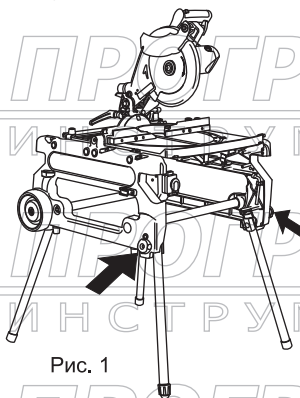

Рис. 1
- А) торцовочная распиловка материалов Рис. 1